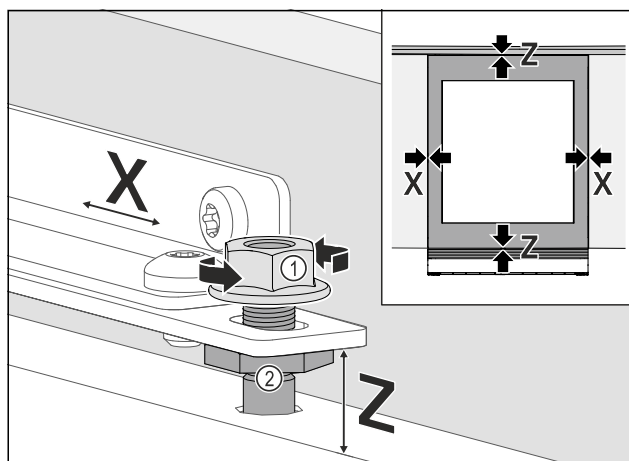

Fig. 71
- Aligner latéralement la porte du meuble : desserrer les contre-écrous Fig. 71 (1), pousser la porte du meuble dans la direction **X**.
- Serrer les contre-écrous Fig. 71 (1).
- Régler la porte du meuble à la hauteur **Z** et ajuster l'inclinaison latérale : Ajuster les boulons de réglage Fig. 71 (2).